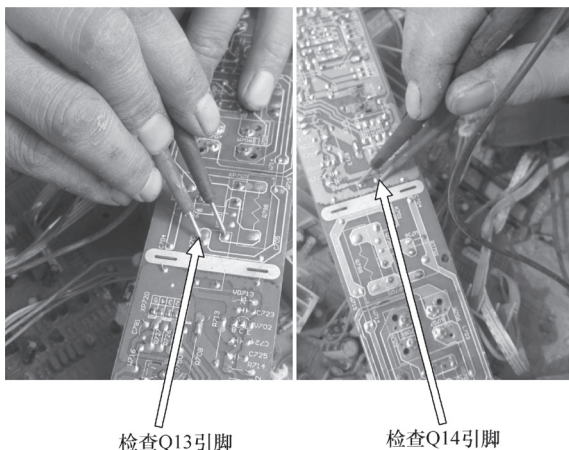

图 4-60 检查 Q13、Q14
因此，当该机出现微波和烧烤均不能加热时，应首先注意检查 IC01 (TMP47C400BN-RH31) 的⑩脚及外接 Q13、Q14 等器件，如图 4-60 所示。